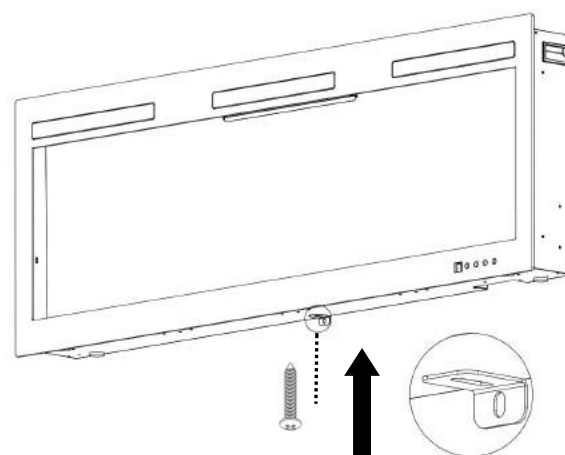

Fig 4-2
B. Za pomocą uprzednio wykręconej śruby przymocuj wspornik L (w zestawie) do dolnej części obudowy kominka (**rys. 4-2**).